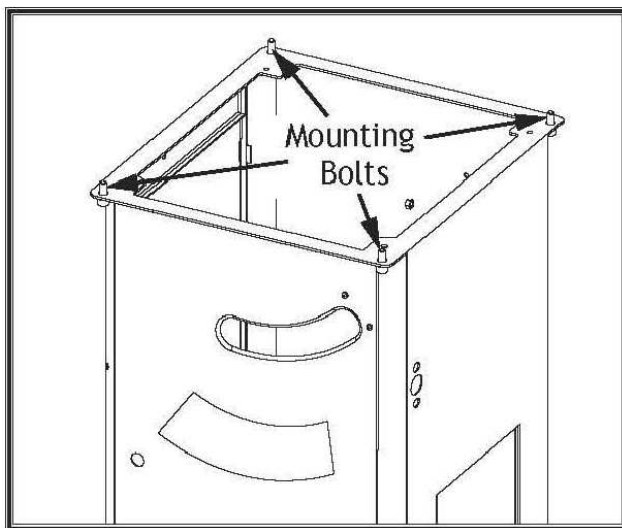

Рисунок 106. Расположение крепежных болтов стола (таблица опущена для ясности).
6. Ослабьте (4) крепежные болты стола, крепящие столешницу к основанию (см. рисунок 106), и слегка коснитесь стола в направлении, необходимом для выравнивая повторяйте шаги 2-6 пока диск и Т-паз не станут параллельными
9. Ослабьте (4) крепежные болты стола из шага 6.